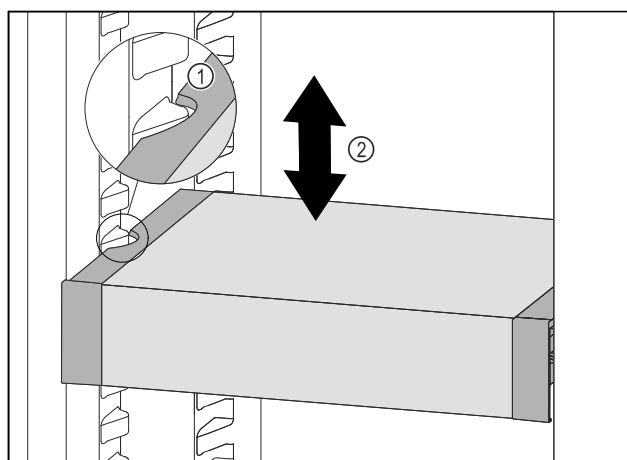

Fig. 106
- Táhněte VarioSafe dopředu, dokud nebudou boční vybrání VarioSafe na úrovni žebrování na nádoby v chladničce. Fig. 106 (1)
- Posouvejte VarioSafe v chladničce nahoru nebo dolů, dokud nedosáhnete požadované výšky. Fig. 106 (2)